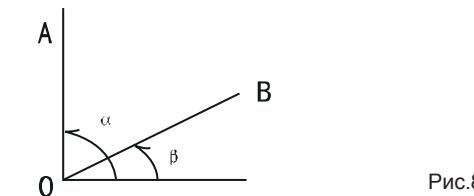

Рис.8
(3)  $\angle AOB = \alpha - \beta$  (Рис.8)